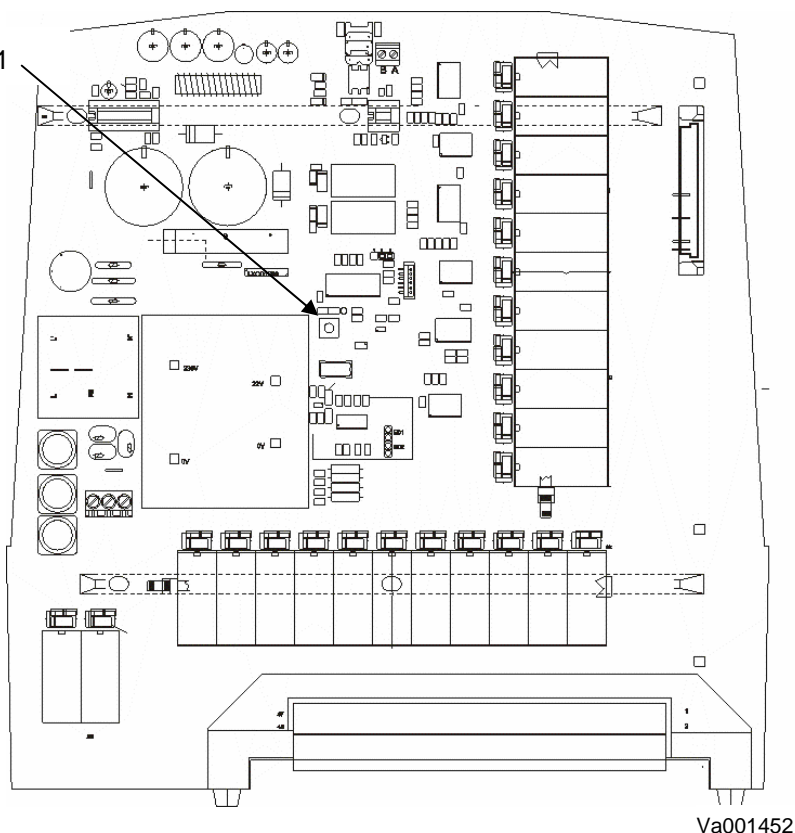

**Fig. 2.1**
1. Sobre el circuito de la Fig. 2.1, introducir el jumper entre los pines 2 y 3 del conector CN2.
5. Una vez realizada la configuración necesaria, extraer el jumper del circuito de la Fig. 2.1, colocándolo entre los pines 1 y 2 del conector CN2.